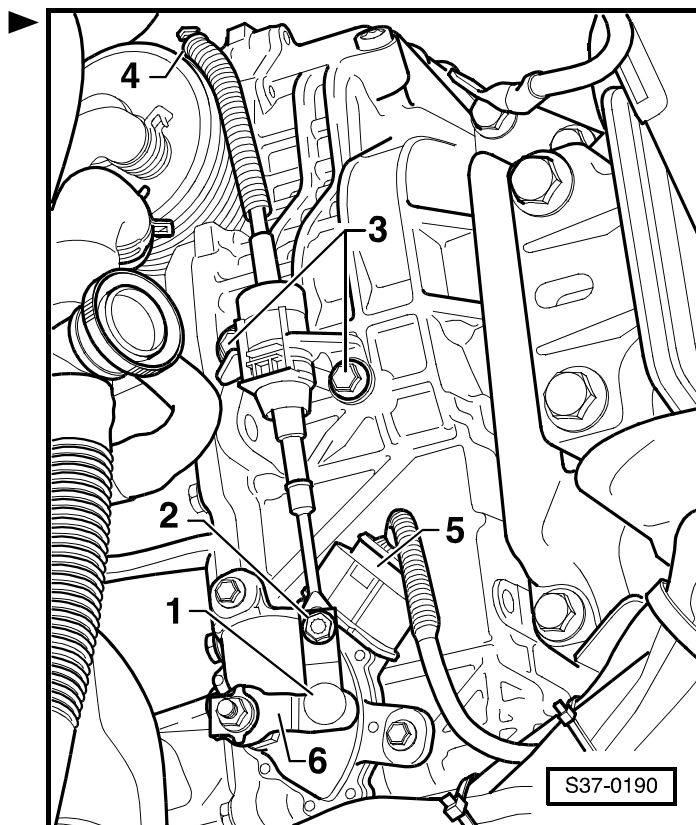

Рис. 4: Выключатель устройства "Tiptronic" -F189-
- выключатель устройства "Tiptronic" -F189- встроен в механизм переключения передач; место сборки ⇒ Рис. 4 в **37-1** страница 4